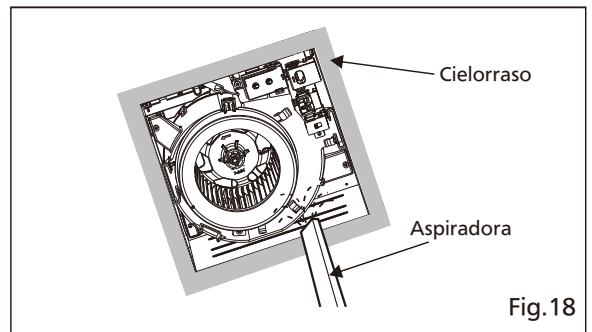

Fig. 18
4. Quite el polvo y la suciedad del cuerpo del ventilador con una aspiradora. (Fig.18)